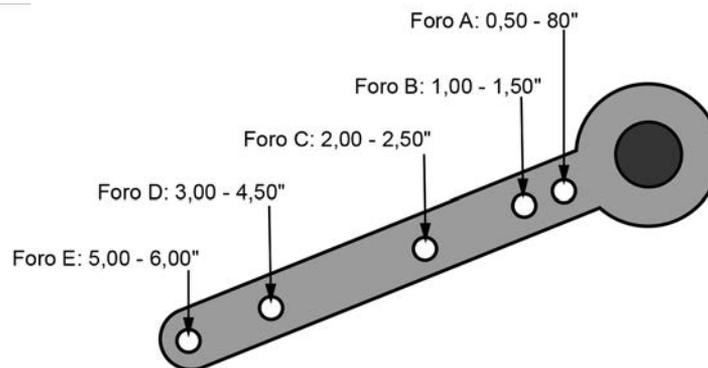

Figura 19 - Impostazioni della corsa
3. Disporre le estremità delle barre e le staffe in base alla corsa e alle dimensioni dell'attuatore. L'impostazione predefinita è una corsa di 4,00". Le altre impostazioni possibili della corsa sono rappresentate nella Figura 19.